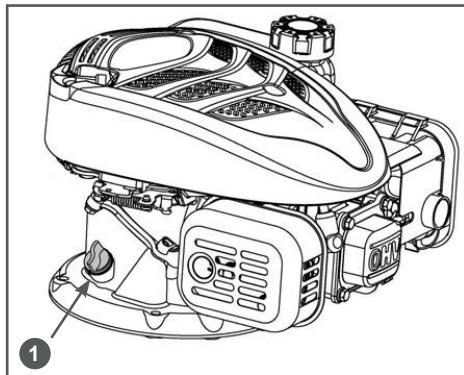

Рис. 17. Замена моторного масла
- Очистите от загрязнений зону вокруг маслозаливной горловины. Выхрните крышку-щуп 1 из маслозаливной горловины и протрите его чистой ветошью (Рис. 17).